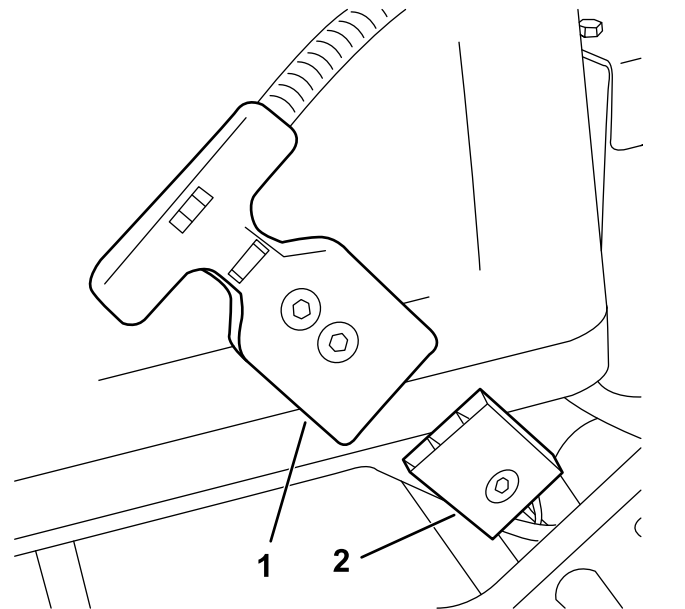

Figura 33
4. Desconecte el conector en T del arnés de cables principal en el conector del suministro eléctrico principal situado en la base de la batería (Figura 33).
4. Conecte el conector en T del al conector de la batería (Figura 33).